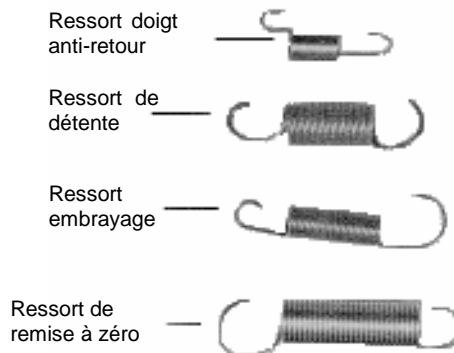

Figure 21. Identification des ressorts
- Voir figure 21 pour l'identification des ressorts.